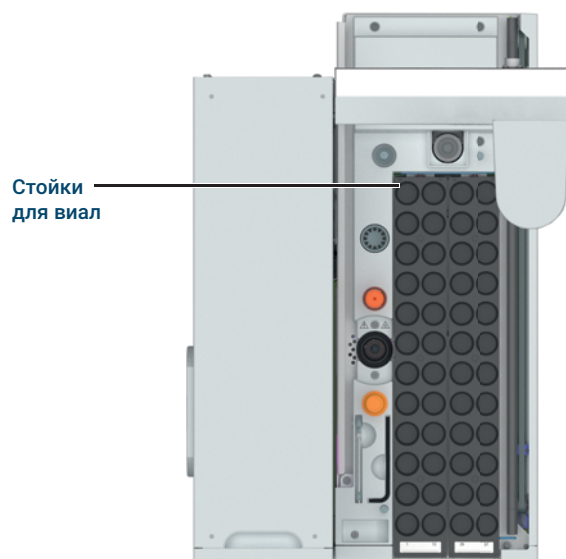

Рис. 12. Расположение виал в лотке
- 2 Разместите закрытые крышками виалы с пробами в лотке необходимым образом. См. **Рис. 12**.